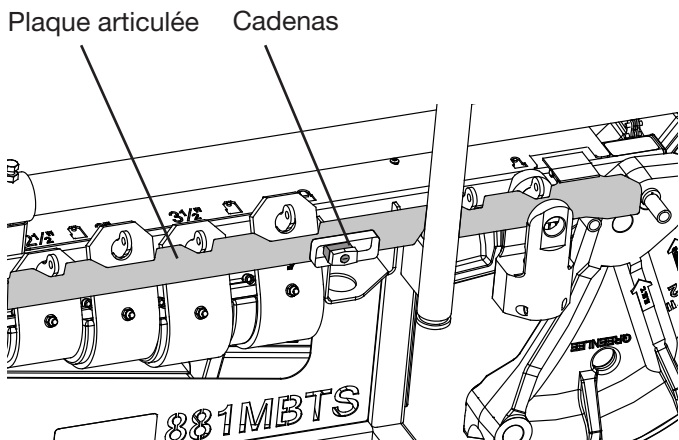

Figure 18
- Le sabot de 2-1/2 po, la chape, le positionneur de vérin et tous les étriers comprennent une plaque articulée qui les renferme et des cadenas vers le milieu près du tube de fourche arrière. (Fig. 18)